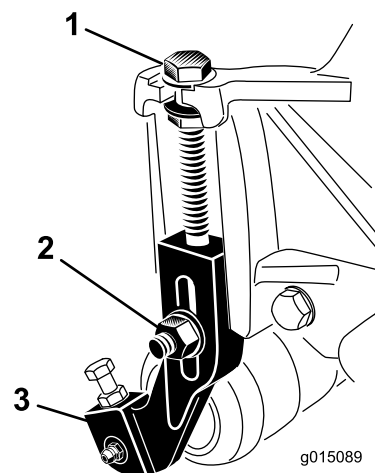

Рисунок 16
- Ослабьте контргайки, которые крепят кронштейны высоты скашивания к боковым пластинам режущего блока (Рисунок 16).